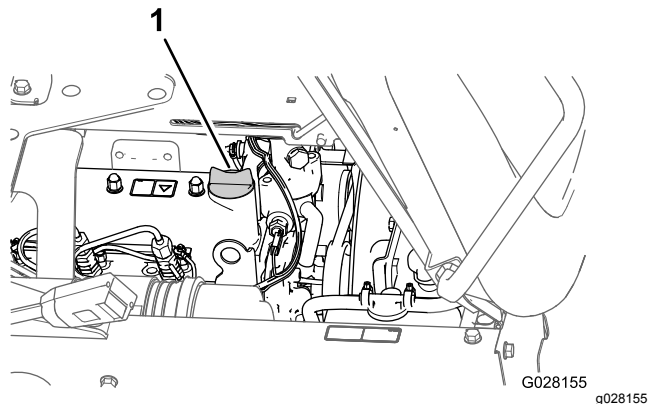

Рисунок 70
3. Если уровень масла низкий, снимите крышку заливной горловины с крышки клапана и залейте масло в заливную горловину до уровня отметки Full (Полный) на масломерном щупе (Рисунок 70).